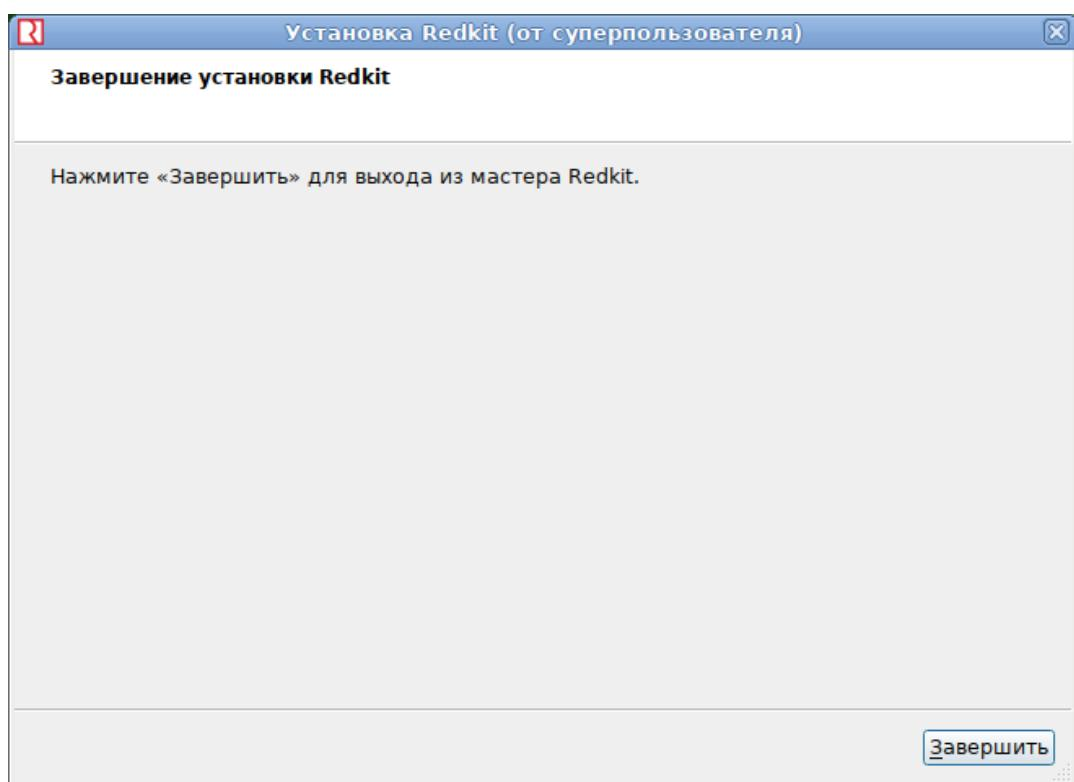

Рисунок 15 - Завершение установки Redkit
11. После завершения установки нажмите "Завершить" (Рисунок 15).